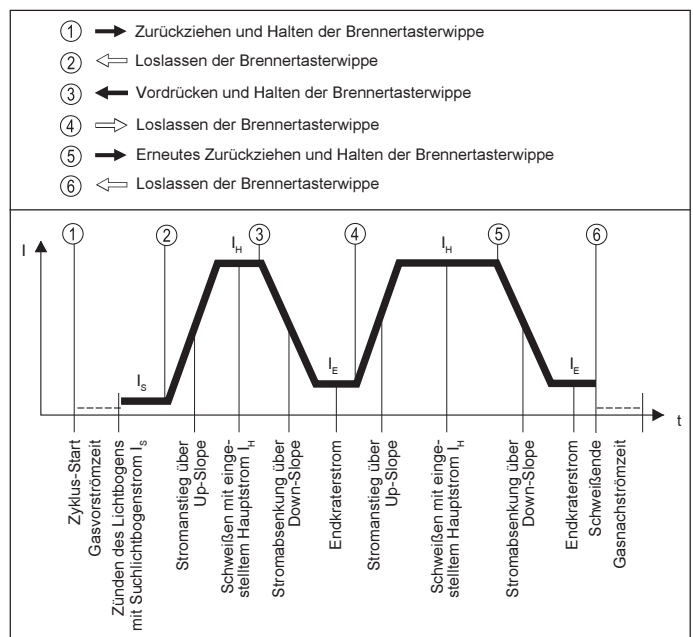

Abb. 4a Funktionsablauf im 4-Taktbetrieb - Variante I - mit Zwischenabsenkung
**4-Taktbetrieb** - mit Zwischenabsenkung (Abb.4a)